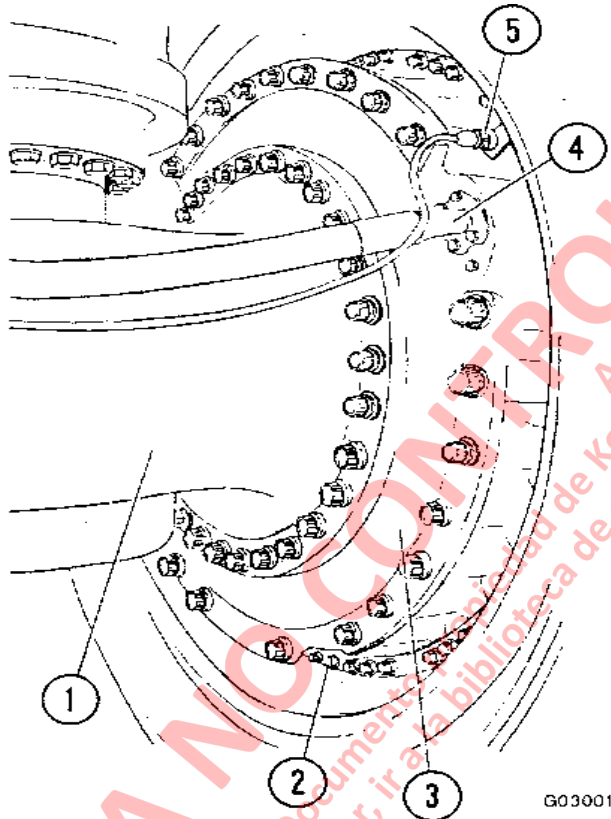

FIGURA 3-1. MONTAJE DE HUSILLO Y RUEDA DELANTERA
2. Desconecte el(los) cable(s) del sensor de velocidad (5, Figura 3-1) en el conector. Amarre los cables, lejos del husillo, para evitar que se dañen durante el desmontaje del husillo.
10. Monte las mangueras de enfriado del sistema de frenos, utilizando anillos de goma nuevos en los fittings de la pestaña. Monte la línea de aplicación de freno. Asegúrese que esté instalado el tapón de drenaje (2, Figura 3-1).